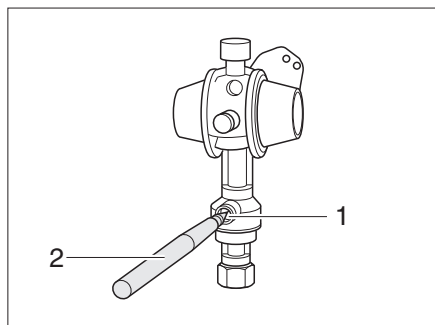

Fig. 162 Crash-Sensor
- Presionar con un pasador (Fig. 162,2) el botón de desbloqueo (Fig. 162,1) varios segundos.